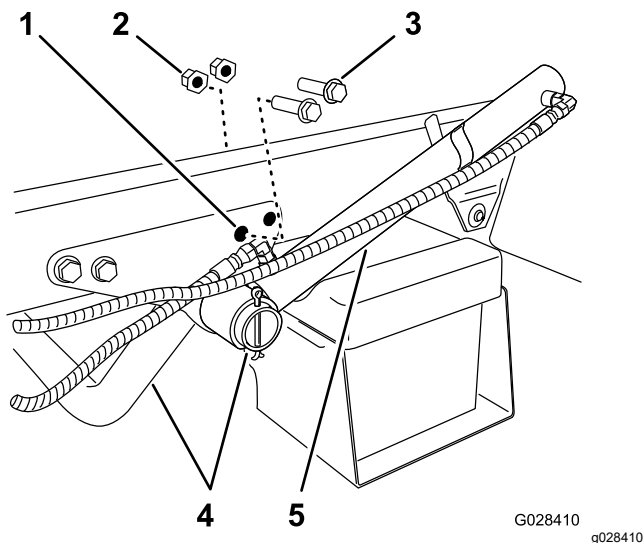

Figura 6
1. Demontați cele 2 uruburi cu guler din spate i cele 2 contrapiulie cu guler care fixează suportul tubului motorului pe cadrul mainii (Figura 6).
2. Rotii cilindrul de ridicare pentru a crea spațiu pentru instalarea suportului de fixare pentru sania rezervorului (Figura 6).